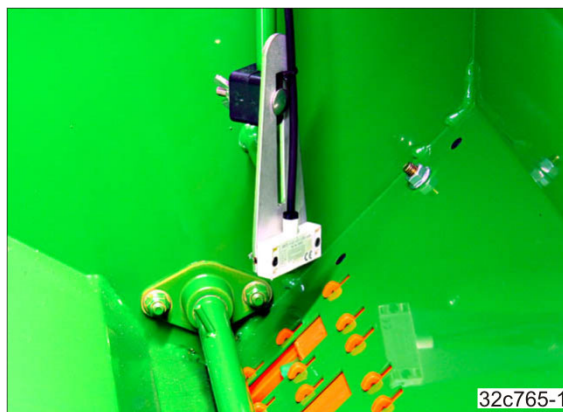

Рис. 153
8. Встановіть висоту рівня наповнення датчиків (Рис. 153) відповідно до бажаної кількості висівного матеріалу.